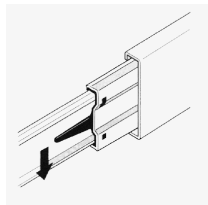
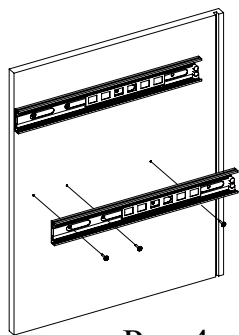

Рис.3
Рис.4
- Расцепить направляющие путем нажатия на расцепляющий рычаг (Рис. 3). Закрепить направляющие на детали 1, 2 шурупами 3,5x16, причем крепить в отверстия, расположенные на расстоянии 35 мм от края направляющей (Рис. 4). При необходимости отодвигать скользящую часть направляющей для доступа к нужному отверстию. Закрепить шурупами полозья направляющих на боковинах ящика 7, 8.